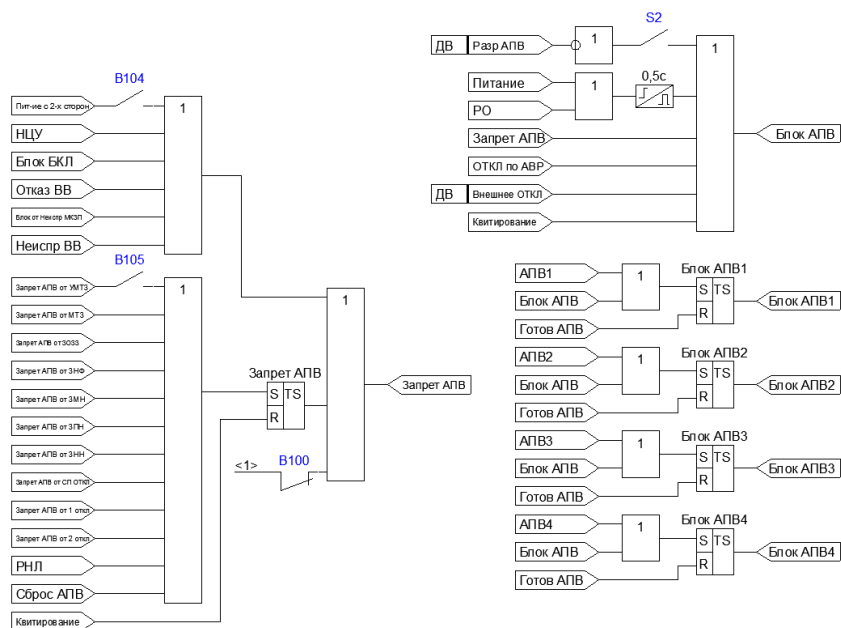

Рисунок 4.2.2 – Формирование сигналов блокировок АПВ
- при выведенном внутреннем программном ключе (Рисунок 4.2.2).